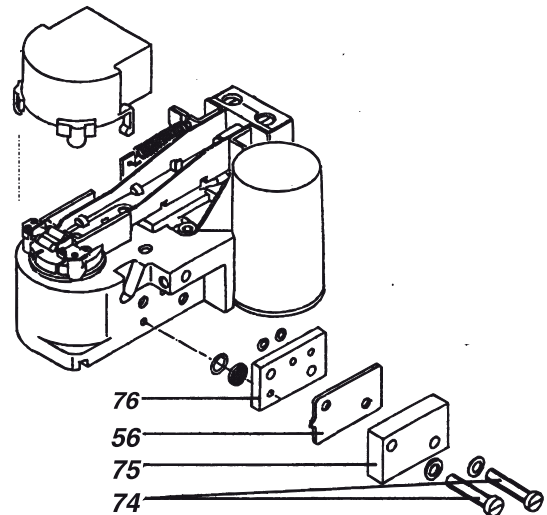

Fig. 29: Remoção do Venturi
- A leitura do aferidor deve estar entre 0,18 e 0,19 bar, a um sinal de corrente de 0 mA. Caso contrário, defina a alavanca de ajuste **73** de forma que esse valor seja indicado. Se isso não for possível, remova o Venturi **56** (consulte a Fig. 29) e limpe-o.
5.3.3 Limpeza do Venturi (consulte a Fig. 29)